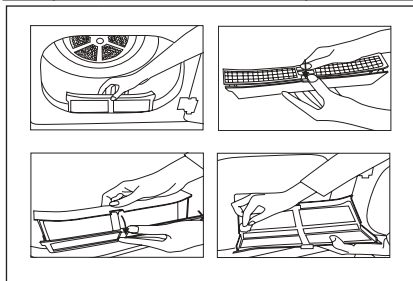

Figure 1
- 2.a) Si le filtre de la trappe du produit peut être ouvert comme dans la Figure 1, retirez le filtre en le tirant vers le haut et ouvrez le filtre.